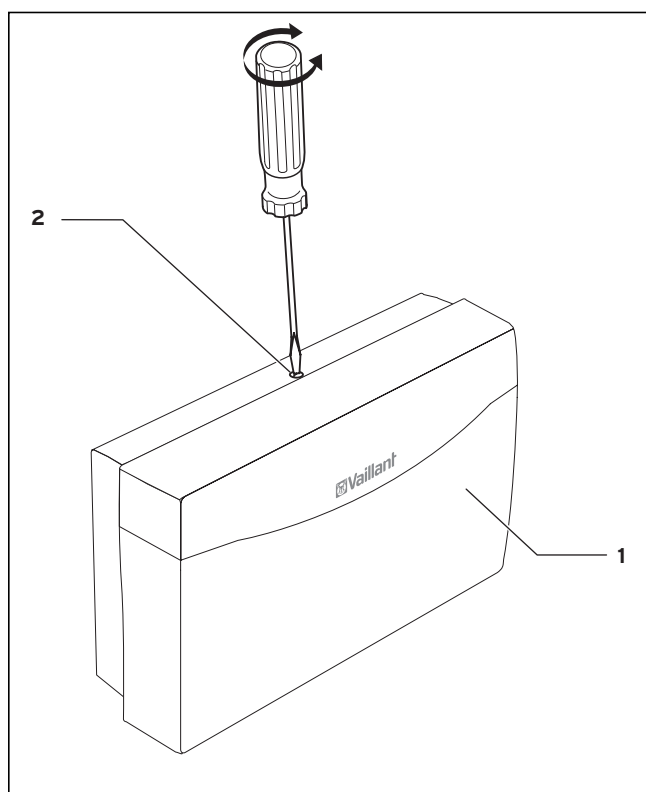

Fig. 5.1 Åbning af kabinettet
- ⇒ Markér de to fastgørelsespunkter i henhold til fastgørelseshullerne (2) på et egnet sted.
- ⇒ Skru kabinettets dæksel fast jfr. fig. 5.1.